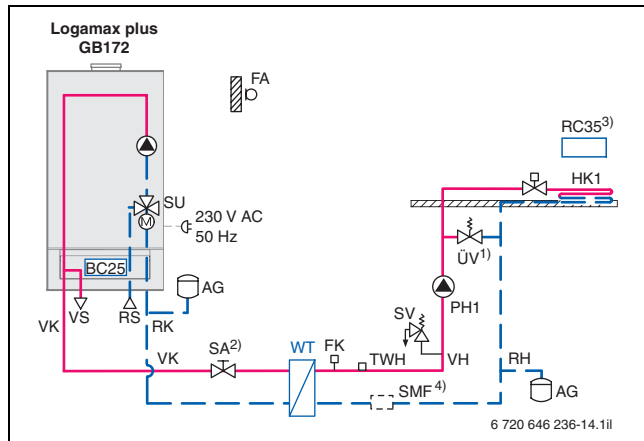

Bild 67 Beispiel für eine Fußbodenheizung mit Systemtrennung über einen Wärmetauscher bei nicht sauerstoffdichten Röhren
Bei der Installation von sauerstoffdurchlässigen Rohren, z. B. für Fußbodenheizungen, ist eine Systemtrennung mithilfe eines Wärmetauschers einzuplanen (→ Bild 67, Seite 70).
Für Fußbodensysteme mit nicht sauerstoffdichten Röhren ist eine Systemtrennung vorzusehen. Der Fußbodenkreis muss nach dem Wärmetauscher separat mit Ausdehnungsgefäß, Sicherheitsventil und Temperaturwächter abgesichert werden (→ Bild 67). Die Auslegung des Wärmetauschers ist entsprechend den gewählten Systemtemperaturen vorzunehmen. Der primärseitige Druckverlust (Kesselkreis) muss kleiner als die Restförderhöhe der im Logamax plus GB172/GB172T integrierten Pumpe sein.
- 1) ÜV nicht erforderlich bei drehzahlregelten Pumpen (→ Bild 67)